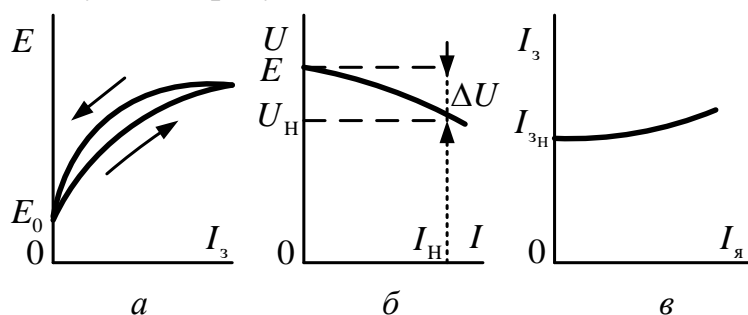

Рисунок 2
6. На рис.2,б для генератора постійного струму з незалежним збудженням зображені характеристики: